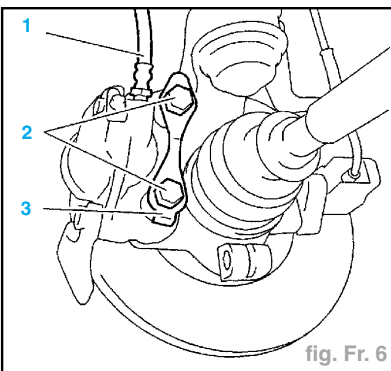

fig. Fr. 6
- Déposer (fig. Fr. 6) :
- le raccord flexible (1) sur l'étrier,
- les vis (2),
- la plaquette d'arrêt (3),
- Nettoyer les vis de fixation (2) de l'étrier et enduire leur filetage de produit de freinage "E3" (fig. Fr. 6).